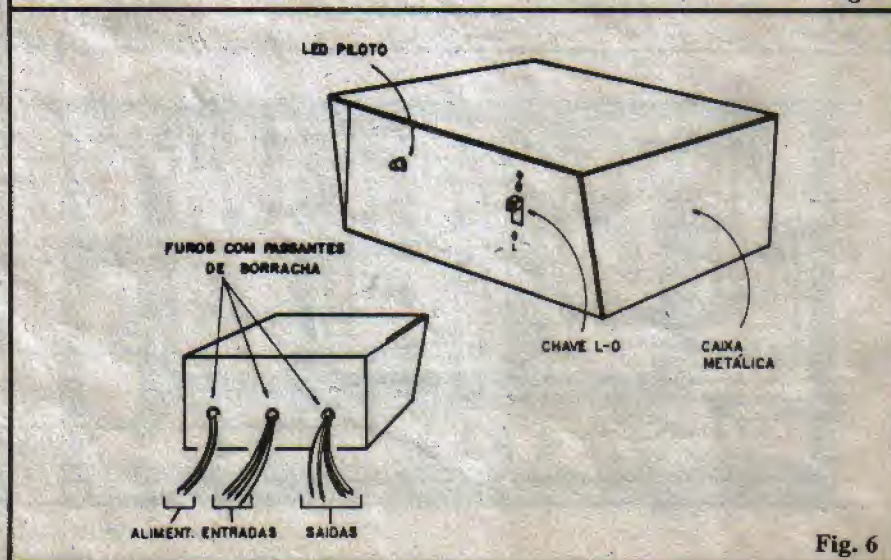

Fig. 6
- FIG. 6 - Sugestão para acabamento/ caixa. Abrigar o circuito do AM-